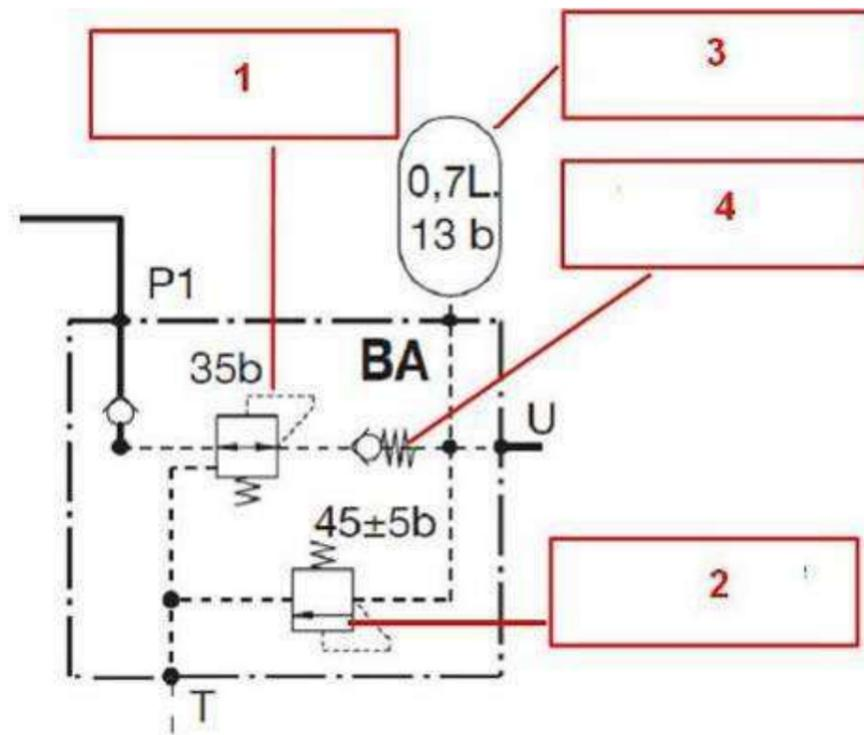

Figure 1
Q.14	En vous reportant sur le schéma du bloc d'assistance Figure 1, complétez le tableau ci-dessous.